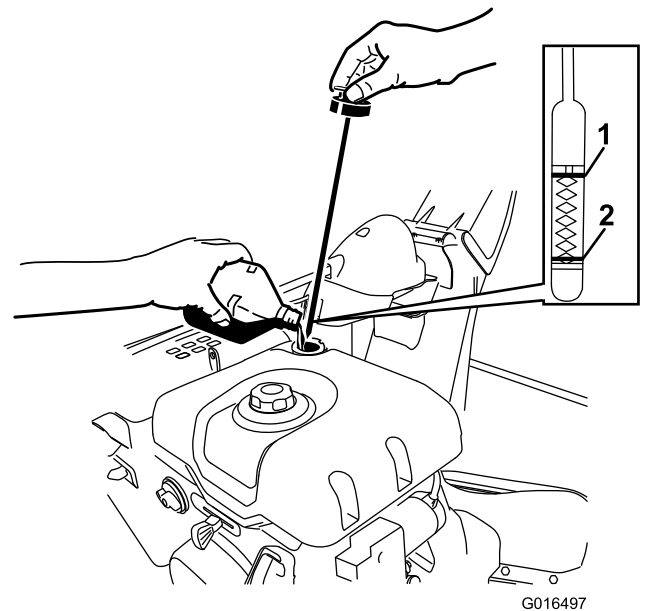

Figure 20
- Retirez la jauge en dévissant le bouchon dans le sens antihoraire et versez de l'huile **lentement** dans le goulot de remplissage pour faire monter le niveau de liquide jusqu'au repère du plein (Full) sur la jauge. **Ne remplissez pas excessivement.** (Figure 20).